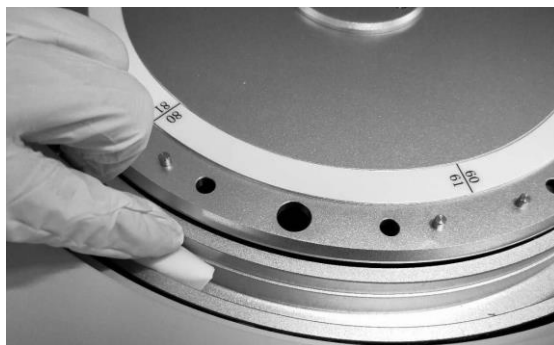

Figura 13-9 Limpe a bandeja de reação
4. Limpe a célula de reação com uma gaze limpa e úmida (tenha cuidado para não limpar a janela de medição), como ilustrado na figura 13-9: